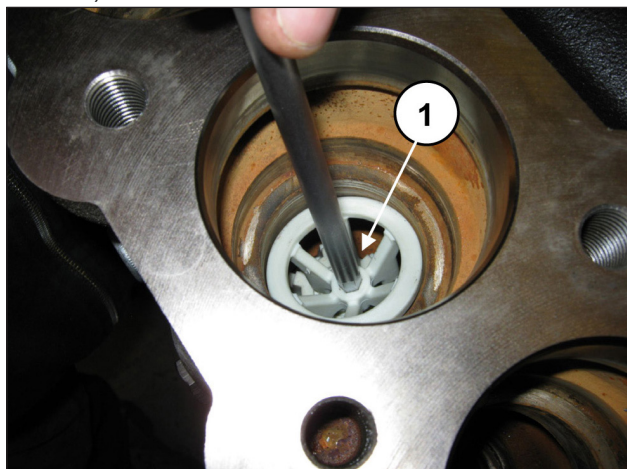

Abb. 102
Ziehen Sie das Distanzstück der Ventilführung durch Einstecken eines 8 mm Sechskantschlüssels in den entsprechenden Sitz und durch Anhebeln heraus (Pos. ①, Abb. 102).